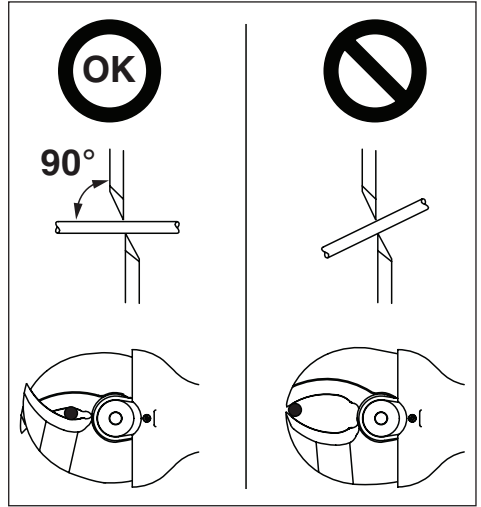

图 4, 在切割刀中放置切割材料
将切割材料放置在切断机刀片之间,使其与刀片轴线垂直,如图 4 所示。这样能够保证完成最佳质量切断。
2. 将切割材料放置在切割刀之间。确保切割材料与切割刀轴线垂直, 如图 4 所示。如需获取更多信息, 请参见第 7.5 节的说明。